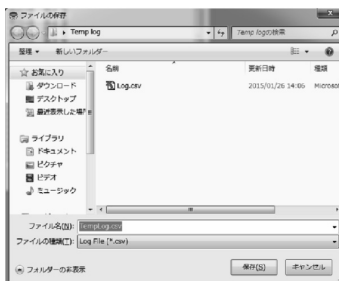

図161
- ⑥ 再度「OK」ボタンをクリックすると、最新のログが表示されます。
- ⑦ また、ここではログをファイルに保存することができます。「Save」ボタンをクリックすると図161が表示され、保存先とファイル名を指定して「OK」をクリックするとCSVファイルが作成され、保存が完了します。